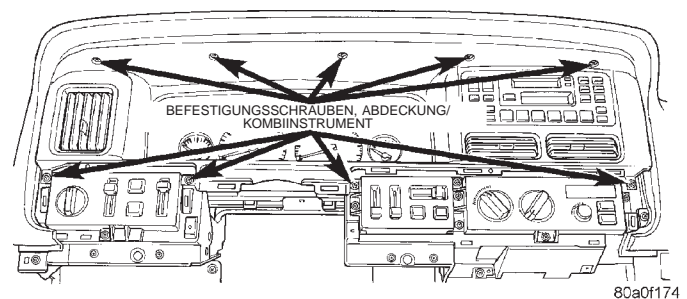

Abb. 2 Abdeckung des Kombiinstruments aus- und einbauen
(1) Batterie-Minuskabel abklemmen und elektrisch isolieren.
(2) Mit einem Hartkunststoffstab oder einem ähnlichen geeigneten Werkzeug mit flacher, breiter Klinge an den Kanten der Schaltergruppenblenden hebeln und die Halteclips lösen. Beide Blenden von der Instrumententafel abnehmen.
(3) Die zehn Schrauben lösen, mit denen die Abdeckung des Kombiinstruments an der Instrumententafel befestigt ist (Abb. 2).